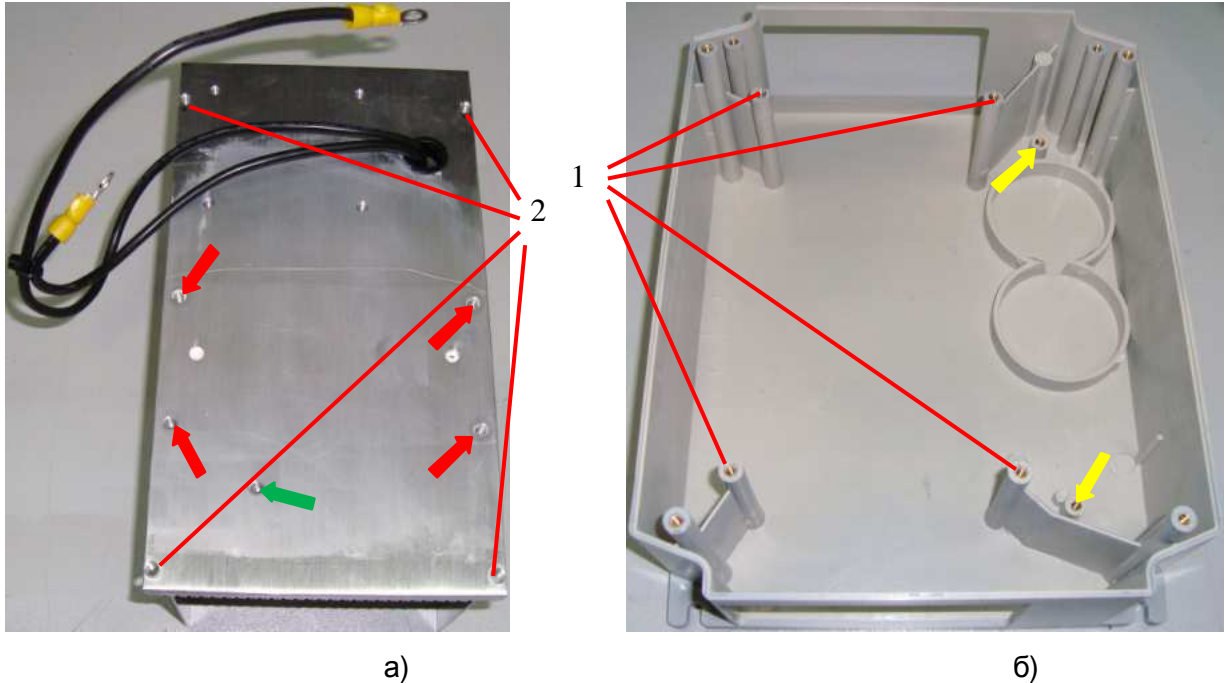
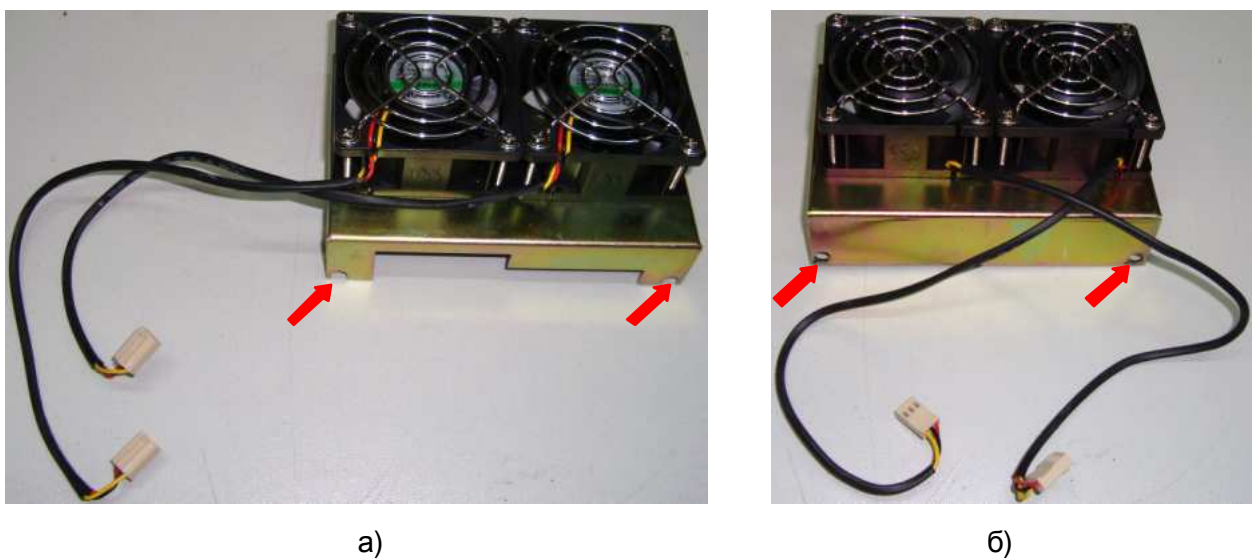

Рис. 7.2
Рис. 7.3
7.2.1. Установить радиатор (с реактором) в нижнюю часть корпуса ПЧ, совместив отверстия 2 радиатора (рис. 7.2.а) с отверстиями 1 в стойках корпуса (рис. 7.2.б).
7.2.2. Установить верхнюю и нижнюю панели вентиляторов (рис. 7.3.а и рис. 7.3.б соответственно), совместив крепежные отверстия в панелях (рис. 7.3.а и рис. 7.3.б, красные стрелки) с отверстиями 2 радиатора (рис. 7.2.а).